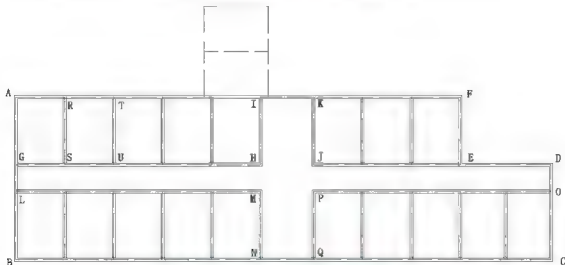

图 2.41 用【多线】命令绘制内墙
(5) 用相同的方法绘制出 TU 等其他剩余的内墙，结果如图 2.41 所示。